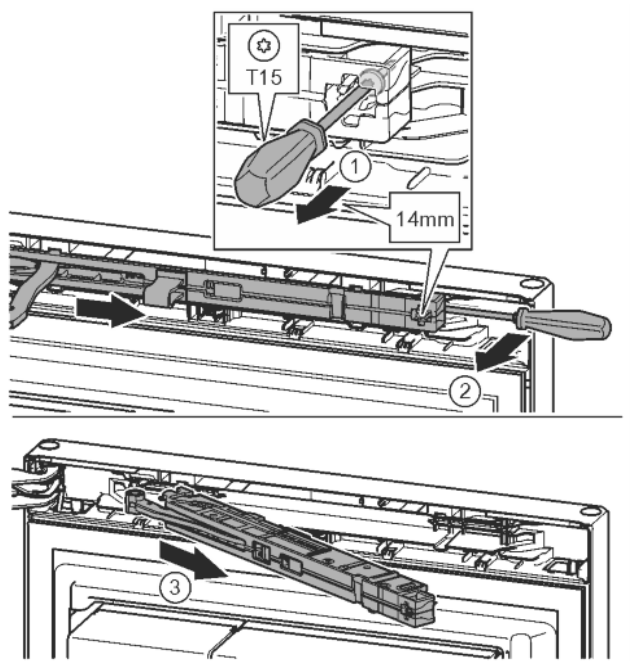

Fig. 12
- ▶ Przy pomocy śrubokręta T15 ok. 14 mm odkręcić śrubę na amortyzatorze zamykania drzwi. Fig. 12 (1)
- ▶ Od strony uchwyty, za amortyzator zamykania drzwi wsunąć śrubokręt i obrócić do przodu. Fig. 12 (2)
- ▶ Wyjąć amortyzator zamykania drzwi. Fig. 12 (3)